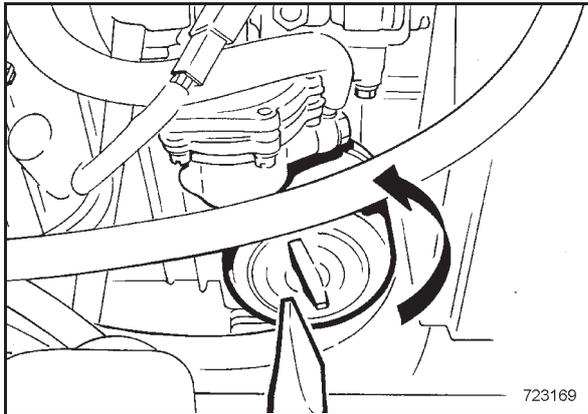

Bild 113
- Motorölfilterpatrone mit geeignetem Schraubendreher 1 (Bild 113) lösen und abschrauben.